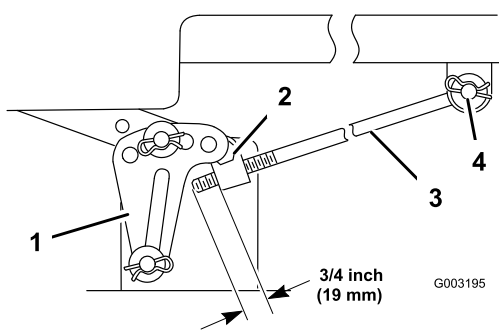

Figure 45
5. Mesurez la longueur de tige qui dépasse du bloc de réglage sur les côtés du châssis (Figure 45).
6. Si la longueur n'est **pas** égale à 19 mm (3/4 pouce), retirez la goupille fendue et la rondelle de l'extrémité de la tige (Figure 45), puis vissez ou dévissez la tige jusqu'à obtention de la longueur requise.